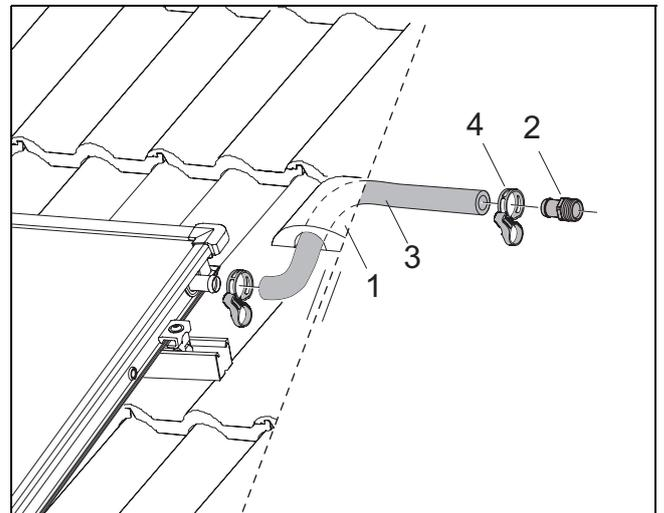

Fig. 48 Montaggio della tubazione di mandata (senza disaeratore sul tetto)
- ▶ Inserire il tubo di gomma per solare (1000 mm, fig. 48, [3]) sull'attacco di mandata del campo di collettori e fissarlo ermeticamente bene con la fascetta stringitubo (fig. 48, [4]).
- ▶ Spingere il tubo di gomma per solare sul portagomma (fig. 48, [2]) con sistema di serraggio con anello fino all'arresto e fissarlo con la fascetta stringitubo.
- ▶ Collegare la tubazione di mandata al portagomma R^{3/4} con sistema di serraggio con anello (18 mm) (fig. 48, [2]). Seguire la stessa procedura per l'attacco di ritorno.